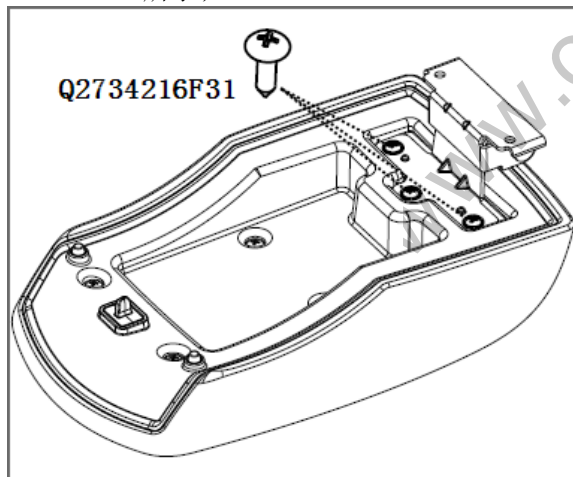

图 1.6.20 副仪表板扶手组件的分拆 1
- (2) 用十字螺丝刀将固定扶手翻转铰链和扶手内板的三个螺钉(Q2734216AF31十字大半圆头自攻螺钉)依次松开,取下翻转铰链;然后用十字螺丝刀把固定扶手内、外板的四个螺钉(Q2734216AF31十字大半圆头自攻螺钉)松开,最后将扶手内、外板拆开。如图1.6.20、1.6.21所示;